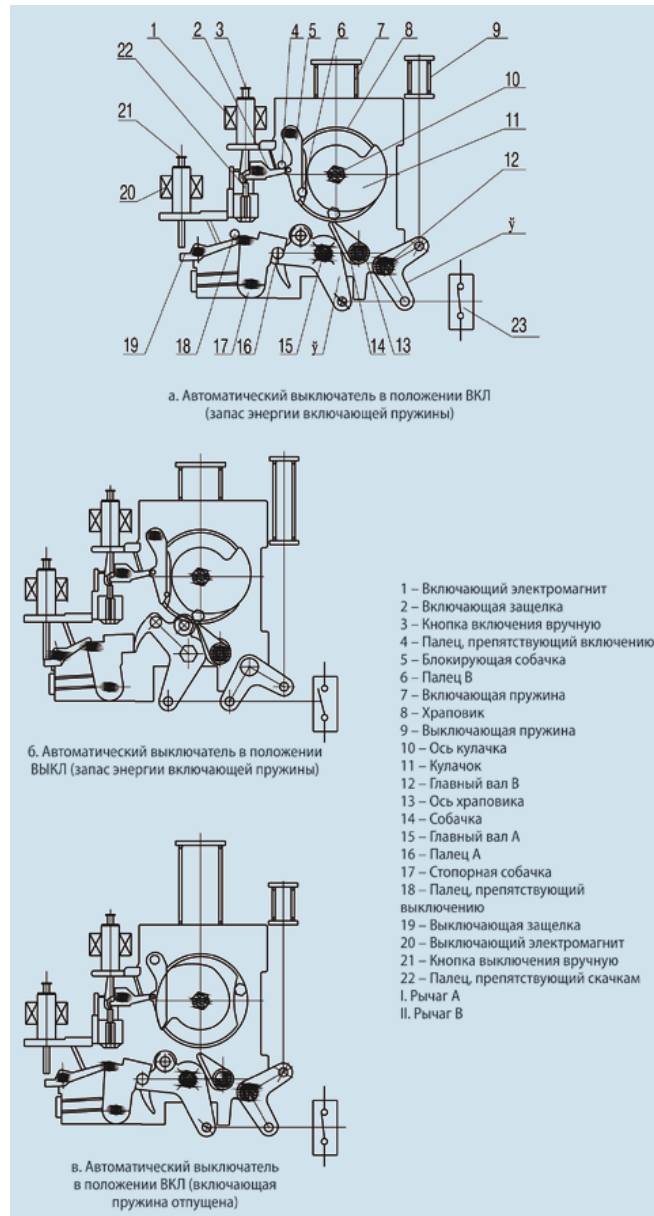

Рис. 4.3 Элементы привода
Оси рычагов (см. рис. 4.3) А (15) и В (12), установленные на главных валах А (I) и В (II), начинают вращение по часовой стрелке под воздействием выключающей пружины 9. При возбуждении выключающего электромагнита выключающая защелка поворачивается против часовой стрелки, и подвижный контакт дугогасительной камеры перемещается вниз.